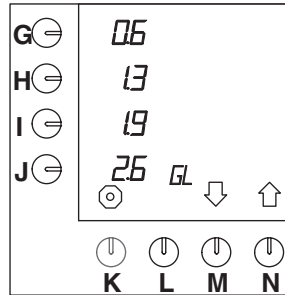

Fig. 29 Wijzigen voorgeprogrammeerde keuzetoetsen voor gallons
- Druk op selectietoets (N.) $\uparrow$ tot fig. 29 in het display verschijnt.